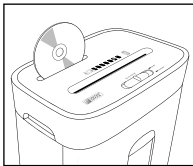

Fig. 9
Indfør CD'en oppefra i midten af skæreåbningen til CD/kreditkort ② (se fig. 9). Du kan altid kun makulere én CD ad gangen.